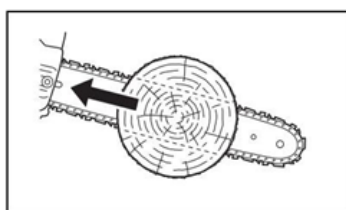

Fig 2
- Una qualsiasi di queste reazioni potrebbe farvi perdere il controllo della macchina ed entrare in contatto con la catena in movimento, con il rischio di gravi lesioni personali. Come utente di una motosega, dovresti adottare diverse misure per evitare incidenti o infortuni durante i tuoi lavori di taglio (Fig. 2).